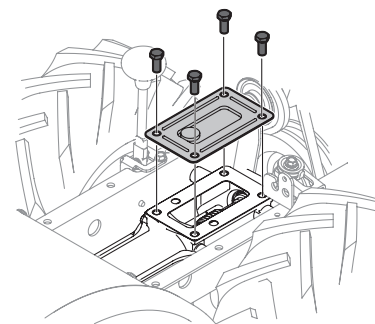

Figura 24
5. Retire los cuatro tornillos hexagonales (5/16-18 x .75) que aseguran la cubierta de la transmisión al eje de la transmisión y retire la cubierta. Localice el eje impulsor principal debajo de la cubierta. Consulte la Figura 24.